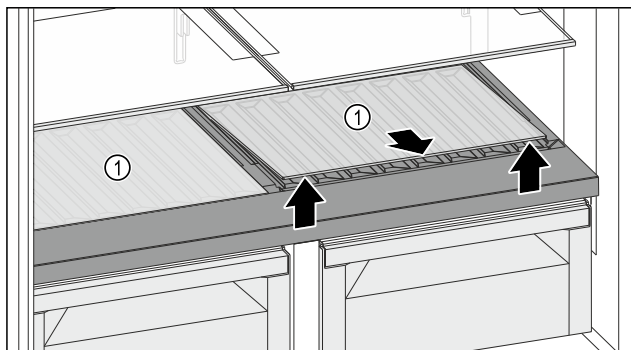

Fig. 124
- Скористайтесь пазом спереду, щоб підняти скляну полицю або обидві скляні полиці Fig. 124 (1) і вийняти їх.
- Безпечно зберігайте скляну(-і) полицю(-і) Fig. 124 (1) за межами пристрою.